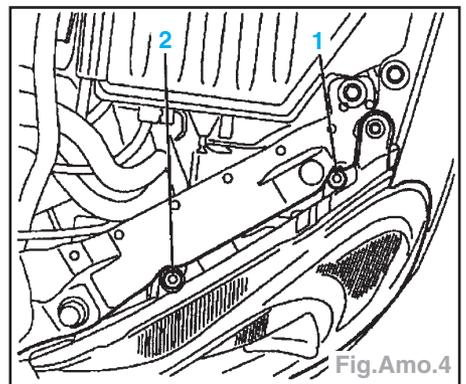

Fig.Amo.4
- Régler d'abord la hauteur (Fig.Amo.4) par la vis (1).
- Régler le latéral par la vis (2).